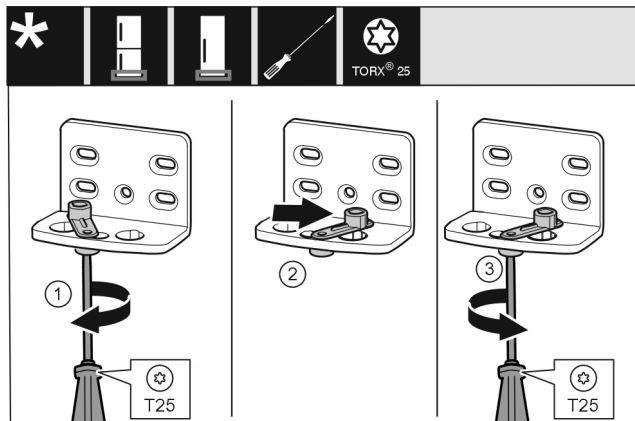

Fig. 13
- ▶ Odvijačem T25 labavo zavijte vijak. Fig. 13 (1)
- ▶ Podignite pomagalo za zatvaranje vrata i okrenite ga za 90° udesno u provrt. Fig. 13 (2)
- ▶ Odvijačem T25 čvrsto pritegnite vijak. Fig. 13 (3)